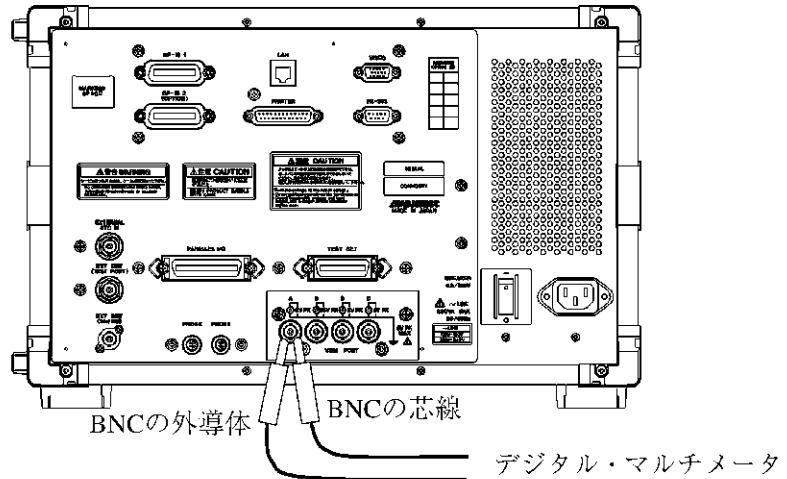

図 15-10 VSIM の A チャンネルの出力電圧精度測定
3. デジタル・マルチメータを電圧測定モードにし、図 15-10 のように VSIM の A チャンネルの出力電圧を測定します。